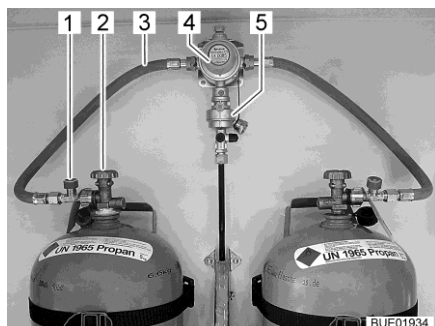
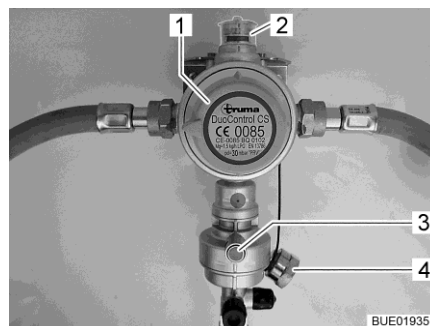

Fig. 49 Bombole del gas con DuoControl
Fig. 50 Impianto di regolazione DuoControl
L'impianto di regolazione DuoControl consiste in una valvola di commutazione (Fig. 49,4) e un sensore crash (Fig. 49,5). L'impianto di regolazione DuoControl è installato tra i tubi flessibili del gas (Fig. 49,3) con un dispositivo antirottura del tubo flessibile (Fig. 49,1). Con la manopola (Fig. 50,1) sulla valvola di commutazione è possibile stabilire quale delle bombole del gas viene utilizzata come bombola in uso e quale come bombola di riserva. Nella finestra di controllo (Fig. 50,2) viene visualizzato lo stato del rifornimento di gas:
Il funzionamento con una sola bombola del gas è consentito, ma in questi casi il collegamento aperto deve essere assolutamente chiuso con una copertura cieca (Fig. 50,4).
Il sensore crash blocca l'alimentazione del gas in caso di forti vibrazioni (es. incidente). Il sensore crash viene azionato mediante pressione del tasto reset verde (Fig. 50,3).
Il dispositivo antirottura del tubo flessibile (Fig. 49,1) blocca il flusso di gas quando il tubo flessibile collegato si rompe. Il dispositivo antirottura del tubo flessibile deve essere attivato premendo il tasto verde.
Tramite la centralina di controllo (Fig. 51) è possibile attivare e disattivare l'alimentazione del gas tramite l'impianto di regolazione DuoControl. Le valvole principali di arresto (Fig. 49,2) delle bombole del gas e i rubinetti di arresto del gas degli apparecchi devono essere aperti manualmente.
- Con la manopola (Fig. 50,1) sulla valvola di commutazione selezionare la bombola del gas, da cui proviene la principale alimentazione del gas (bombola in uso). Girare la manopola fino all'arresto.
- Aprire le valvole principali di arresto (Fig. 49,2) delle bombole del gas.
- Premere il tasto verde del dispositivo antirottura del tubo flessibile (Fig. 49,1). Nella finestra di controllo (Fig. 50,2) viene visualizzato il simbolo verde.
- Chiudere le valvole principali di arresto (Fig. 49,2) delle bombole del gas.
Se la spia di controllo verde (Fig. 51,6) si spegne durante il funzionamento e la spia di controllo rossa (Fig. 51,5) si accende, significa che la bombola in uso è vuota e deve essere sostituita. Nella finestra di controllo (Fig. 50,2) viene visualizzato il simbolo rosso. La bombola di riserva continua ad alimentare le utenze a gas.
- Ruotare di mezzo giro la manopola (Fig. 50,1) in direzione della bombola del gas utilizzata. In questo modo questa bombola del gas ora è la bombola in uso, mentre la bombola del gas vuota diventa la bombola di riserva. Il simbolo nella finestra di controllo (Fig. 50,2) passa da rosso a verde.
- Chiudere la valvola principale di arresto (Fig. 49,2) della bombola del gas vuota. Osservare la direzione della freccia.
- Premere il tasto verde del dispositivo antirottura del tubo flessibile (Fig. 49,1).